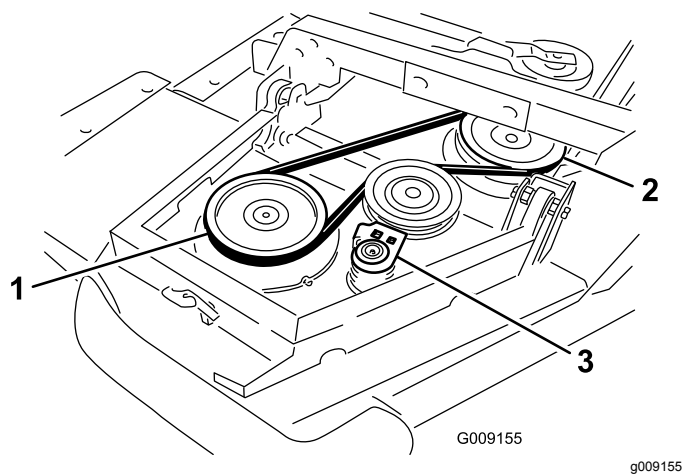

Рисунок 5
A. Наденьте ремень на шкив шпинделя крыла и на шкив шпинделя передней деки (Рисунок 5).
- B. С помощью гаечного ключа с храповиком или аналогичного инструмента отодвиньте натяжной ролик от шкивов (Рисунок 5).